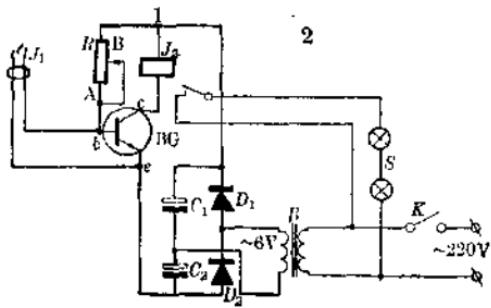

图 1
3. 恒温控制器的原理图见图 1：三极管  $BG$  的基极电流  $I_b$  被基极电阻  $R$  ( $R$  约为  $60k\Omega$ ) 限制在  $200\mu A$  左右，在它的集电极电流  $I_c$  ( $I_c \approx \beta I_b$ ) 大于  $12mA$  时，继电器就相互吸住，接通热源的电路。其中传感器  $J_1$  是利用废日光灯启动器改制的，把启动器的玻璃壳除去，便可看到一条 U 型的双金属带和与它对峙着的一段金属杆，一起固定在一粒椭球状的玻